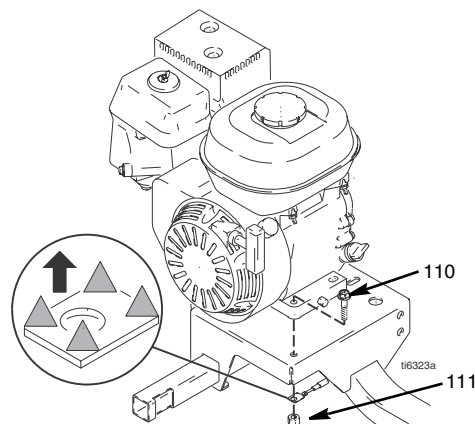

FIG. 13
3. FIG. 13. Enlever les deux écrous (111) et vis (110) de l'embase du moteur.
2. FIG. 13. Mettre deux vis (110) en place sur l'embase du moteur et les freiner avec des écrous (111). Serrer à 20 ft-lb (27,12 N·m).
2. Fig. 13. Retirer les deux vis (108) et ouvrir le boîtier (62a).